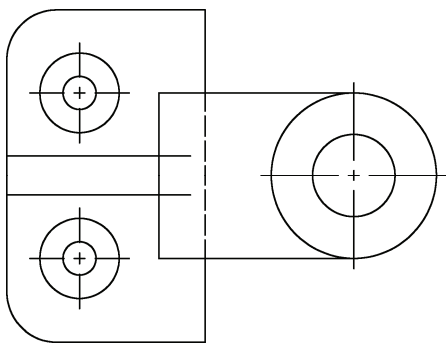

图 3-55 关联消隐
21) 执行“创建关联隐藏位置”命令 (amshide), 依照图示创建相关的虚线, 如图 3-55 所示。